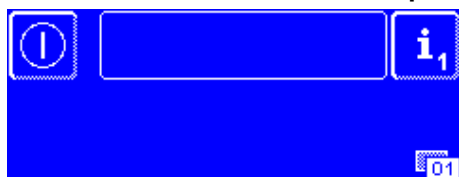

Bild 01
- ⇒ För att förhindra att maskinen slås på av misstag i samband med rengöring slås bildskärmen på (Bild 01) samt kort därpå av igen.
Maskinens elektronik är uppbyggd på 3 nivåer: För att underlätta förståelsen vid följdfrågor (se Bild 01) är varje bild försett med ett nummer i nedre högerhörn.